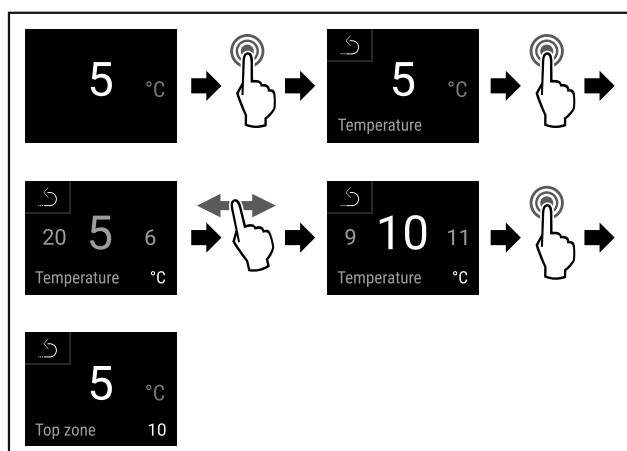

Fig. 67
- Stappen (zie Fig. 67) uitvoeren.